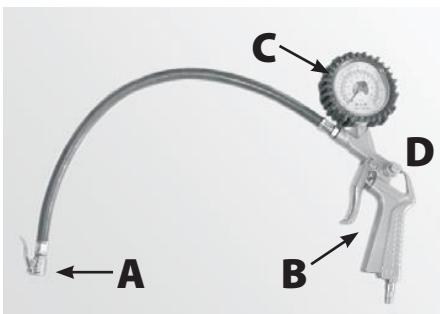
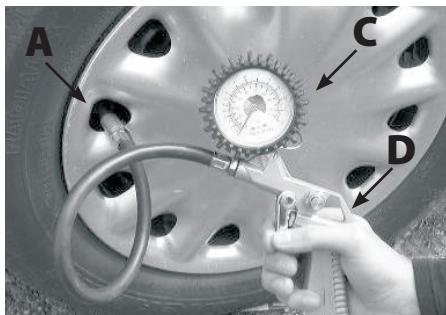

Рис. 13
Рис. 15
2. При накачивании автомобильных и большинства велосипедных шин к шлангу не требуется подсоединять никаких дополнительных переходных устройств (рис. 13). Нажмите на язычок А и подсоедините шланг непосредственно к шине, надев штуцер на ниппель (рис. 15) и отпустив язычок.
4. Нажав на рычаг В, начинайте надувать шину, следя за показаниями манометра С (рис. 15). Если давление оказалось больше требуемого, шину можно слегка сдувать, нажав на кнопку D (рис. 15).